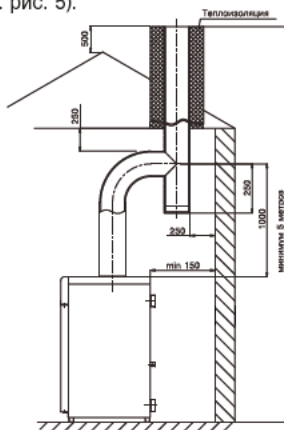

Рис. 5. Схема монтажа дымохода
- 4.6. Устройство дымохода, к которому подключается котел, должно соответствовать СП42101-2003 «Общие положения по проектированию и строительству газораспределительных систем» (см. рис. 5).